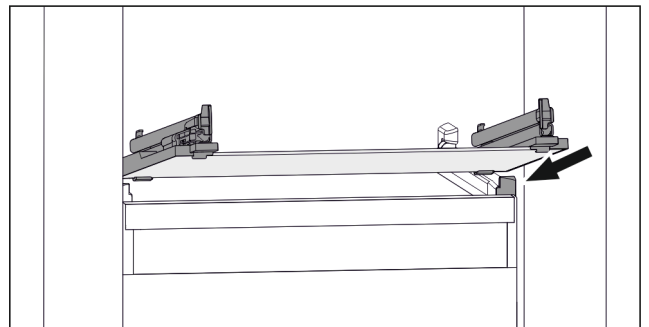

Fig. 42 Voorbeeldweergave van glasplaat
- ▶ Glasplaat schuin achter de stoppers op containerrib plaatsen. (zie Fig. 42)